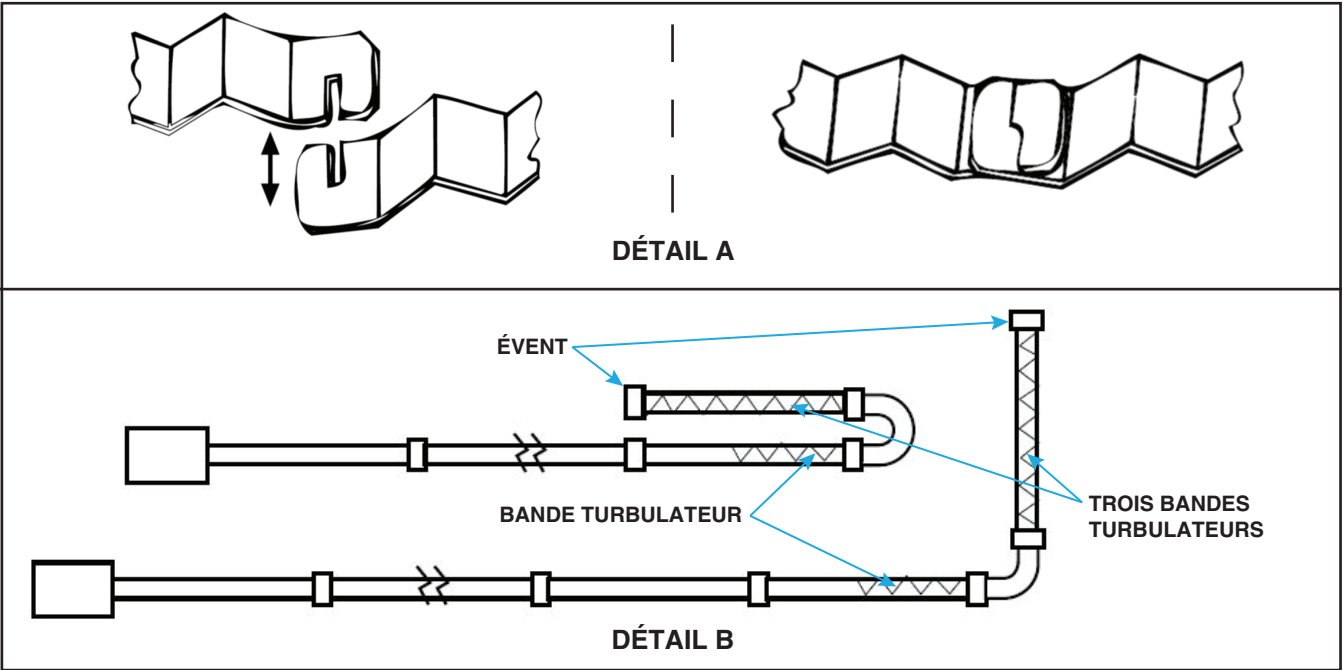

Figure 10. Installation de la bande turbulateur
- a. Emboîtez la bande de turbulateur suivante, comme dans **Figure 10, DÉTAIL A** et glissez les sections connectées dans le ou les tubes émetteurs. Ajoutez d'autres bandes jusqu'à l'obtention de la longueur désirée.
- b. Si la configuration du système de chauffage exige plus de trois bandes de turbulateur et si le tube d'évacuation de l'échangeur de chaleur est adjacent à un tube d'échangeur de chaleur en L ou en U, référez-vous aux positions indiquées dans **Figure 10, DÉTAIL B**.